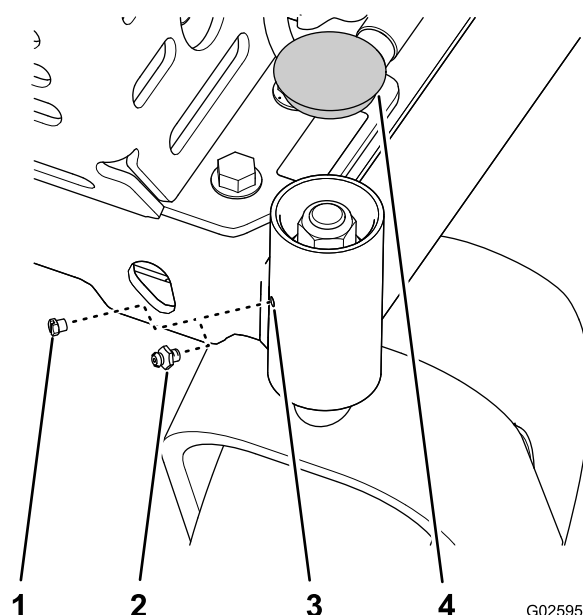

Figure 25
1. Déposez le capuchon et le bouchon hexagonal au sommet du pivot de la roue pivotante (Figure 25).
2. Vissez le graisseur dans le trou (Figure 25).
3. Injectez de la graisse dans le graisseur jusqu'à ce qu'elle ressorte autour du roulement supérieur (Figure 25).
4. Déposez le graisseur et reposez le bouchon que vous avez retiré à l'opération 1 (Figure 25).
5. Reposez le capuchon que vous avez déposé à l'opération 1 (Figure 25).